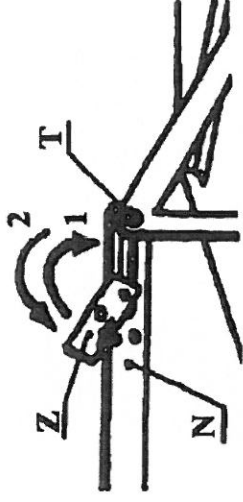

Рис. 11. Установка собачки „Z“ в транспортное положение
- 3) повернуть собачку „Z“ (Рис. 11) вниз в положение, блокирующее перемещение штифта „Т“ в отверстиях тяги „N“,
- 3) повернуть ось „Z“ (Рис. 11) вверх в положение, обеспечивающее перемещение штифта „Г“ в подготовленном отверстии тяги „N“ (копирование территории);